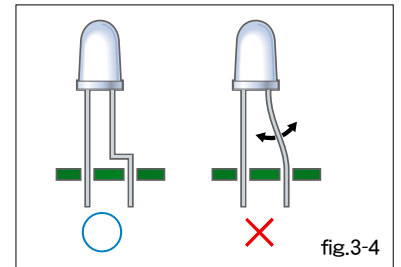

fig.3-4
- ④フォーミングピッチは取り付け基板のLED挿入穴ピッチに合わせて行ってください。
- ⑤フォーミングを行う場合は、必ずはんだ付け前に行ってください。
- ⑥リードに応力の加わる状態での取り付けは行なわないでください。（図3-4）
- ④ Forming pitch should be adjusted to the device insertion hole-pitch on the PCB.
- ⑤ All forming must be performed prior to soldering.
- ⑥ Avoid excessive stress to the lead when mounting. (fig.3-4)